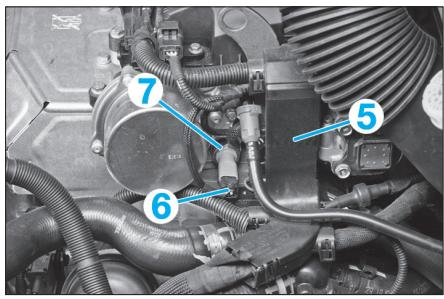

Fig. 38
- Ecartez vers le haut la gouttière du faisceau (5) (Fig.38).
- Débrancher le connecteur (6) du capteur de pression d'huile (7).
- Déposer le capteur de pression d'huile (7).